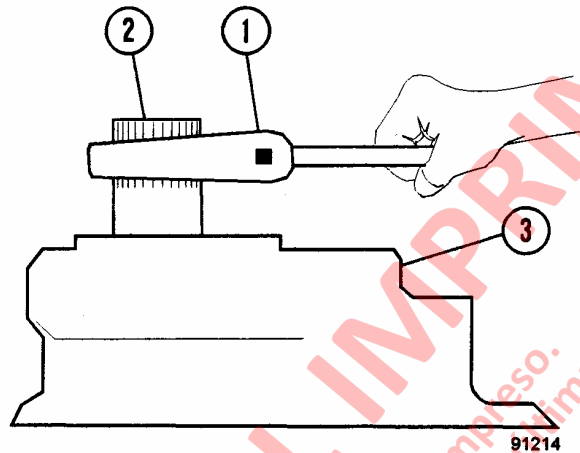

FIGURA 3-17.
23. Monte el pasador (22) si lo sacó. Lubrique y monte el anillo de goma (17) en la placa de transición (16). Ensamble la placa de rodamientos (15) a la placa de transición y monte los pernos (14). Apriete los pernos con torque estándar.
24. Lubrique el anillo de goma (21) y coloque en la placa de rodamientos (15). Monte la placa de rodamientos y la placa de transición ensambladas a la placa del conector (11) y asegure en su lugar con tuercas (20). Apriete las tuercas con torque estándar.
25. Instale el acoplamiento (19).
27. Utilizando una llave regulable de 45 cm (18 pulgadas), revise la rotación del eje de mando de la bomba. El eje de mando estará apretado pero debe girar libremente con un torque máximo de  $15 \text{ N.m}$  ( $10 \text{ ft lbs}$ ), después del impulso inicial (Figura 3-17).